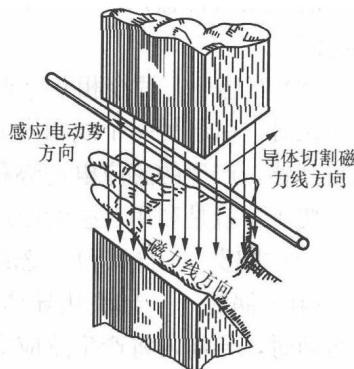

图 1-7 右手定则
(17) 右手定则——当导体与磁场作相对运动，即导体切割磁力线时，导体内会产生感应电动势。感应电动势的方向由右手定则确定：伸开右手，使拇指和其余四指垂直，让磁力线垂直穿过手心，拇指指向导体运动的方向，即导体切割磁力线的方向，则四指所指的方向就是感应电动势的方向，如图 1-7 所示。